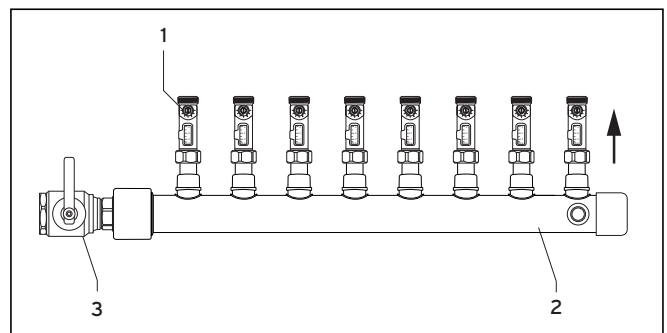

Abb. 4.6 Montage des Verteilers
- Montieren Sie die Durchflussmengenbegrenzer am Verteiler wie in Abb. 4.6 gezeigt. Achten Sie dabei auf die Fließrichtung.